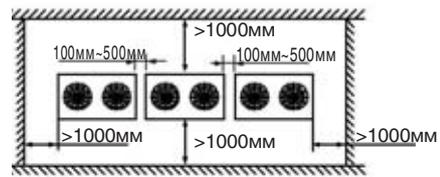

Рис. 4-8
- При монтаже блока оставьте место для возможности проведения техобслуживания, как указано на Рис. 4-8. Определите сторону, к которой удобнее подвести питающий кабель. Процедура подключения питающего кабеля описана в разделе "Электромонтажные работы".